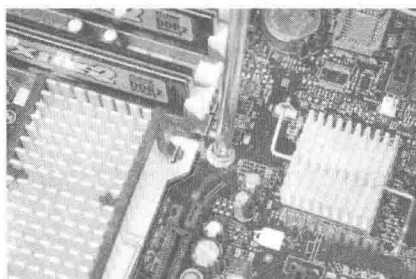

图 1-18 固定主板
(4) 将主板固定到机箱内,尽量采用对角固定的方式安装螺钉。在装螺钉时,注意每颗螺钉不要一次性拧紧,等全部螺钉安装到位后,再将每个螺钉拧紧,这样做的好处是随时可以对主板的位置进行调整,如图 1-18 所示。